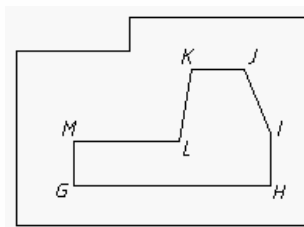

图1-3 画线段 GH 、 HI 等
2. 画线段 GH 、 HI 、 IJ 等, 如图 1-3 所示。
结果如图 1-3 所示。